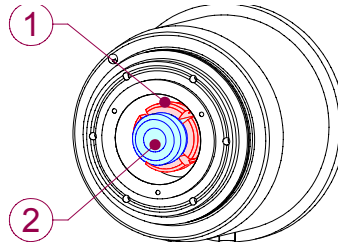

Figure 16
- déposer la graisse dans l'espace existant entre les segments de la pince et l'éjecteur (Figure 16) en vous aidant d'un outil fin et propre en plastique ;